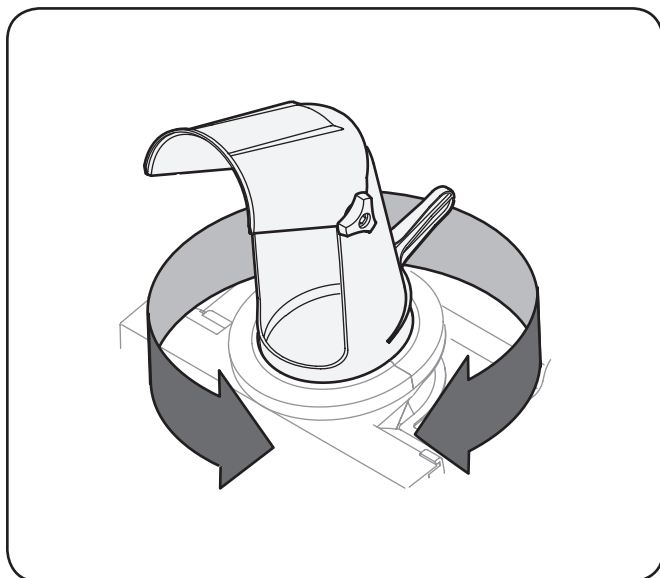

Figura 5-3
2. Posición de la apertura montaje del canal utilizando el conducto de la manija para lanzar la nieve en la dirección deseada. Ver Figura 5-3.